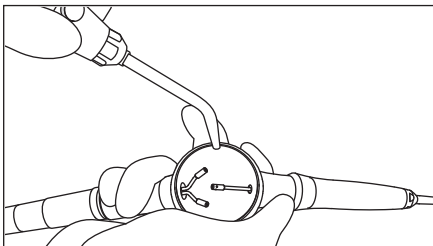

Fig. 7
- 3) Blås ut det resterende pulveret i pulverkammeret med luft. (Fig. 7)